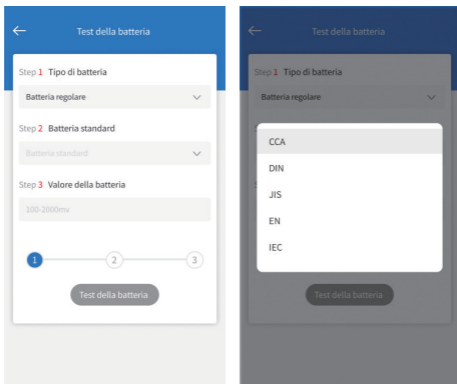

Figura 4.1.2
3. Selezionare lo standard della batteria corrispondente (vedere la figura 4.1.2). Lo standard specifico della batteria sarà anche elencato sull'etichetta della batteria.